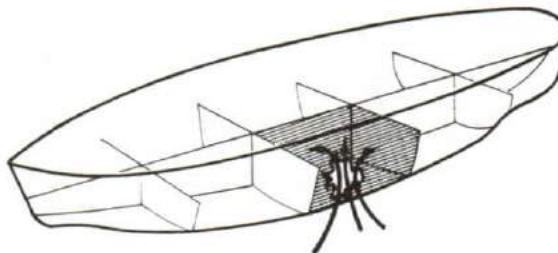

Figure 8-17
2. If it does have compartments, the flooding is restricted to the holed compartments, and the ship doesn't sink. See Figure 8-17. So the ship is divided up into compartments by watertight bulkheads. Since it is necessary to get in and out of all the compartments in a ship, there must be a door or hatch into each compartment. It is often necessary for men to be in these compartments with the door or hatch shut, and there must be some sort of ventilation.
2. Par contre, dans un navire cloisonné, l'inondation se limite au compartiment avarié et le navire ne coule pas (voir la figure 8-17). Le navire est donc divisé en compartiments séparés par des cloisons étanches. Étant donné qu'il faut pouvoir circuler d'un compartiment à l'autre, chaque compartiment doit être muni d'une porte ou panneau qui en permet l'accès. Chaque compartiment doit aussi être doté d'un système de ventilation afin que les hommes puissent y travailler lorsque la porte est fermée.